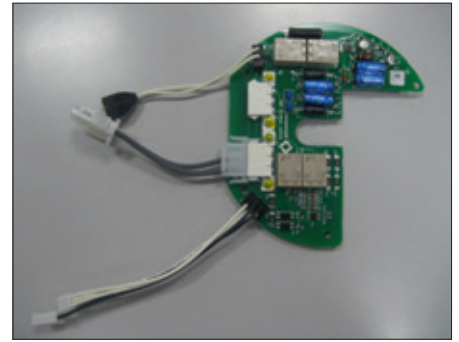

Abb. 26
- Prüfen Sie, ob Sie die korrekte OM13-Karte erhalten haben (Abbildung 26).